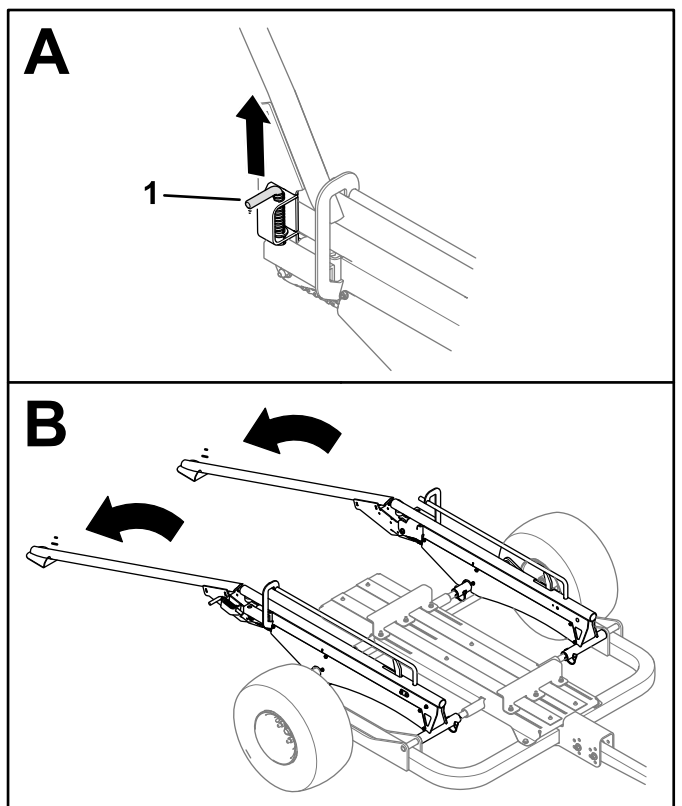

Figura 28
2. Tire de los pasadores de cierre a ambos lados del remolque para liberar los raíles o las rampas y bájeles al suelo (Figura 28).